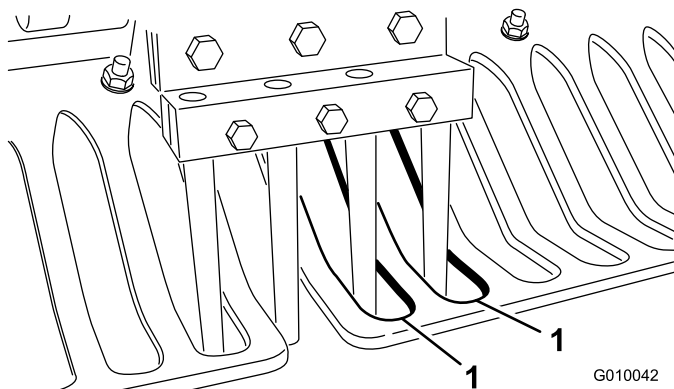

図 27
7. 全部のタインが、ターフガードの隙間の中心に整列していることを確認する 図 27。必要に応じてターフガードの位置を調整し、ナットで固定する。